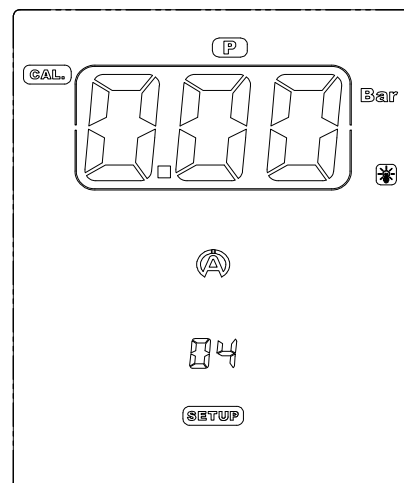

Abbildung 18
- 2) Drücken Sie die mittlere Taste **Ok**, um den Drucksensor zu kalibrieren und das Menü zu verlassen (Abbildung 18).